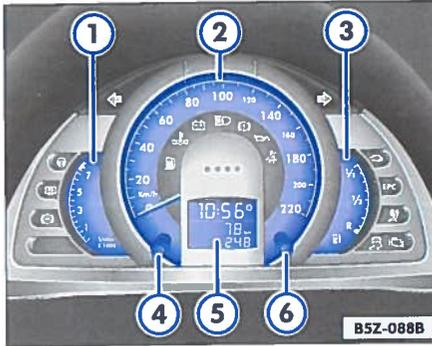

Abb. 26 Detail von der Instrumententafel: Instrumente
Der Beginn des roten Bereichs im Drehzahlmesser ⇒ Seite 44, „Übersicht der Instrumente“ ⇒ Abb. 26 ① kennzeichnet die maximal zulässige Motordrehzahl des eingefahrenen und betriebswarmen Motors. Vor Erreichen dieses Bereichs sollte in den nächst höheren Gang ge-
Wenn der Zeiger die rote Reservemarkierung erreicht ⇒ Abb. 26 , leuchtet die Warnleuchte
Der Kurzstreckenzähler wird auf Null zurückgestellt, wenn der Rückstellknopf ⇒ Seite 44, Abb. 26  länger als zwei Sekunden gedrückt wird. Eine Rücksetzung erfolgt auch, wenn die Batterie abgeklemmt wird oder wenn eine Fahrstrecke von 1999 km überschritten wurde.
Um die Stunden bei eingeschalteter Zündung einzustellen (ohne die Radioinformationen in der Anzeige), drehen Sie den Einstellknopf ⇒ Seite 44, Abb. 26  kurz nach links. Um die Minuten einzustellen, drücken Sie den Einstellknopf  kurz nach rechts.